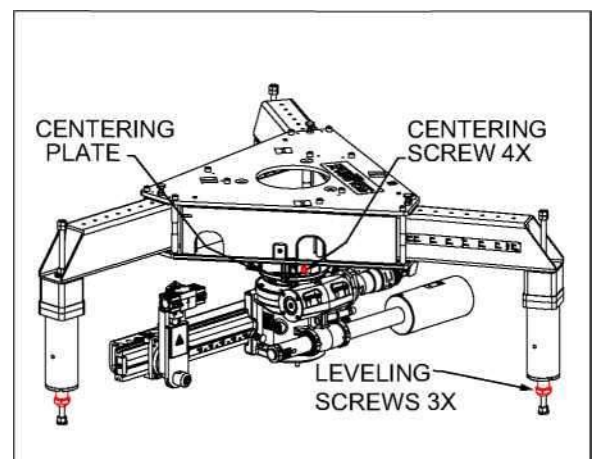

Abbildung 3-24. Außenspannung Einstellpunkte
7. Lockern Sie die Klemmschrauben der Zentrierplatte und justieren die Maschinenmitte mittels der vier Feststellschrauben nach Bedarf (Abbildung 3-24).
8. Ziehen Sie die drei Klemmschrauben der Zentrierplatte fest (Abbildung 3-24).